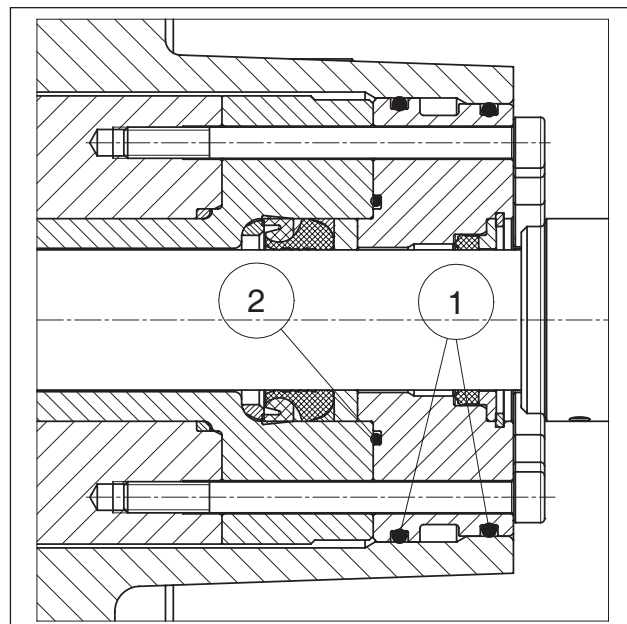
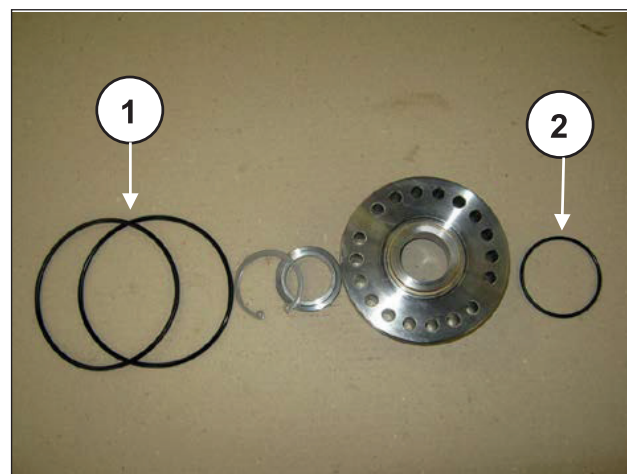

Abb. 206
Abb. 207
Bauen Sie den Dichtungshalter (Abb. 206 und Abb. 207) ein und tauschen Sie die Bauteile ① und ② aus.